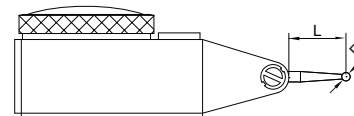

Abb.6
- 3. Jeder Typ von Messuhren hat eine bestimmte Länge der Taststifte (L, Abb. 6). Wenn die Länge nicht korrekt ist, kommt es zu Messfehlern. Bitte beachten Sie der Tabelle, um die richtigen Tastereinsätze der Serie 6284 auszuwählen.